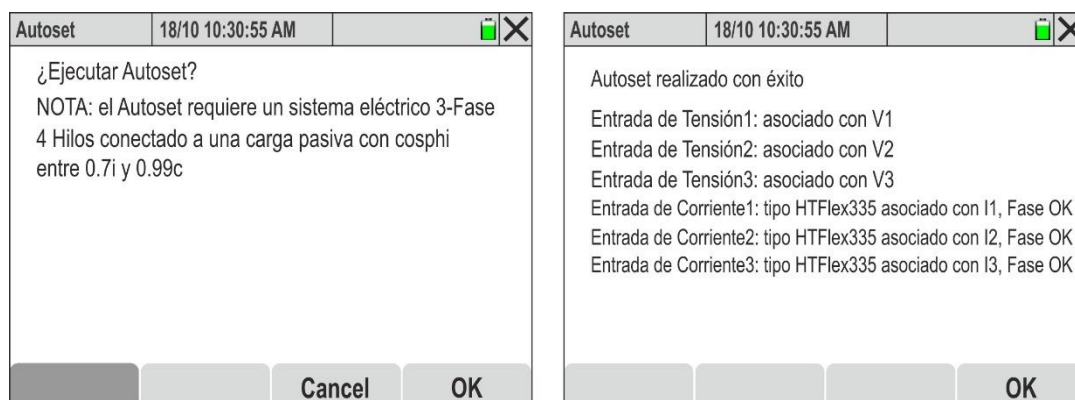

Fig. 71: Ejecución del Autaset sin errores de conexión
3. Toque la tecla “**Autaset**”. La pantalla de Fig. 71 – parte izquierda (**relativa a un sistema trifásico 4 hilos**) se muestra en el visualizador
5. Confirme tocando la tecla **“OK”** → La función se ejecuta después de algunos instantes y la pantalla de Fig. 71 – parte derecha se muestra en el visualizador en caso **Autaset correcto**. Los siguientes parámetros se controlan: